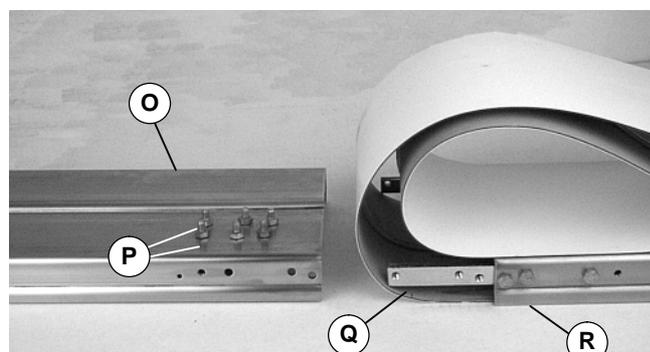

Abbildung 5
1. Typische Bauteile (Abbildung 5)